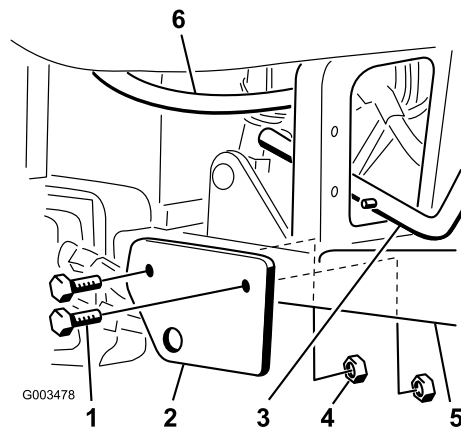

Figure 2
4. Fixez le support de montage de l'ensemble levier de relevage de scarificateur aux tubes de repose-pied droit avec 2 boulons (1/2 x 3-1/4") et des contre-écrous minces (1/2 pouce), comme illustré à la Figure 2. Veillez à placer les têtes des boulons à l'extérieur et à utiliser les contre-écrous minces.
9. Vérifiez le jeu entre l'ensemble levier de relevage et le conduit hydraulique. Vérifiez que le conduit hydraulique ne frotte pas contre l'ensemble levier de relevage et ajustez le conduit hydraulique au besoin (Figure 2).